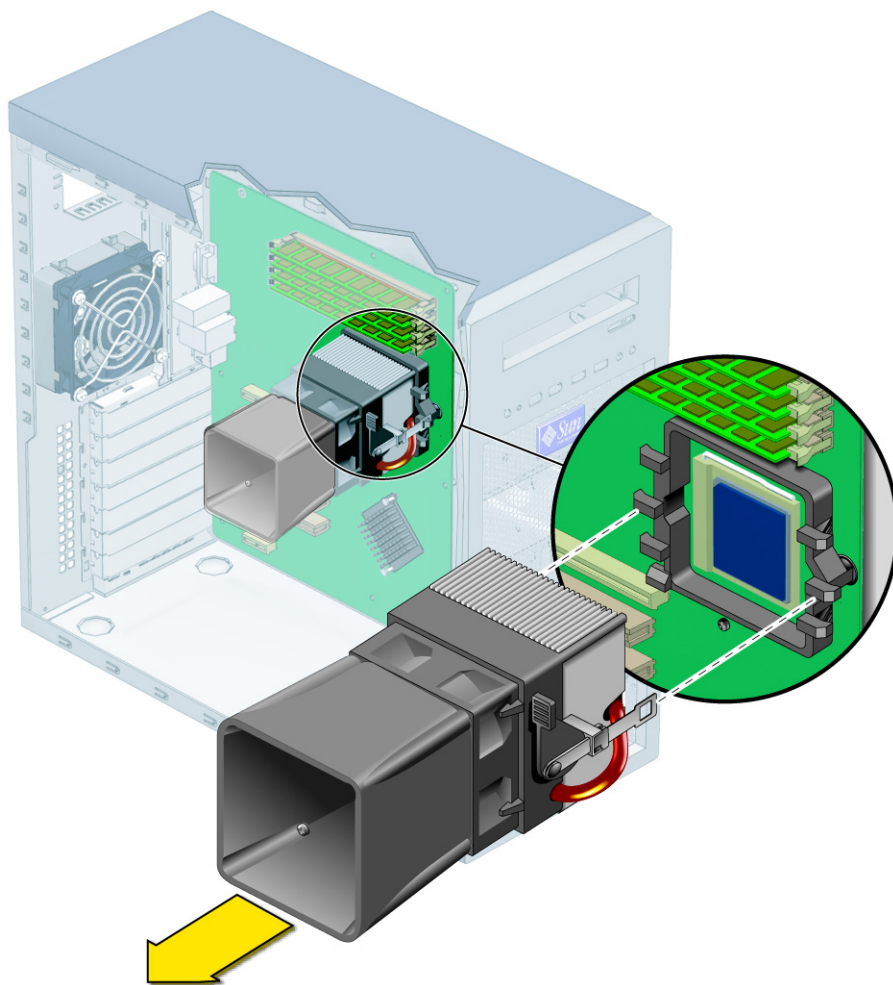

图 4-36 从主板上拆卸散热器 / 风扇组件
8. 垂直向上提拉散热器 / 风扇组件，使其从板上脱出（参见图 4-36）。